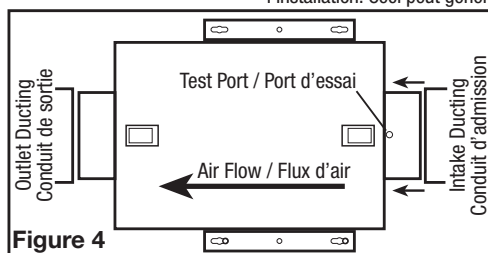

Figure 4
- Connect the ducting to the fan's duct collar (**Figure 4**). Seal ducting to housing with appropriately rated tape. Use screws or suitable clamps to secure in place. Make sure the fresh air intake is connected to a properly installed intake port that is a suitable weather hood with insect screen to protect air intake. It is recommended that low restriction termination fittings be used.
- Raccordez les conduits au collet du conduit du ventilateur (**Figure 4**). Scellez les conduits dans le boîtier à l'aide d'un ruban approprié. Utilisez des vis ou des pinces appropriées pour les fixer en place. Assurez-vous que l'entrée d'air frais est raccordée à un orifice d'admission correctement installé, qui est une hotte contre les intempéries avec un écran anti-insectes pour protéger l'entrée d'air. Il est recommandé d'utiliser des raccords d'extrémité à faible restriction.